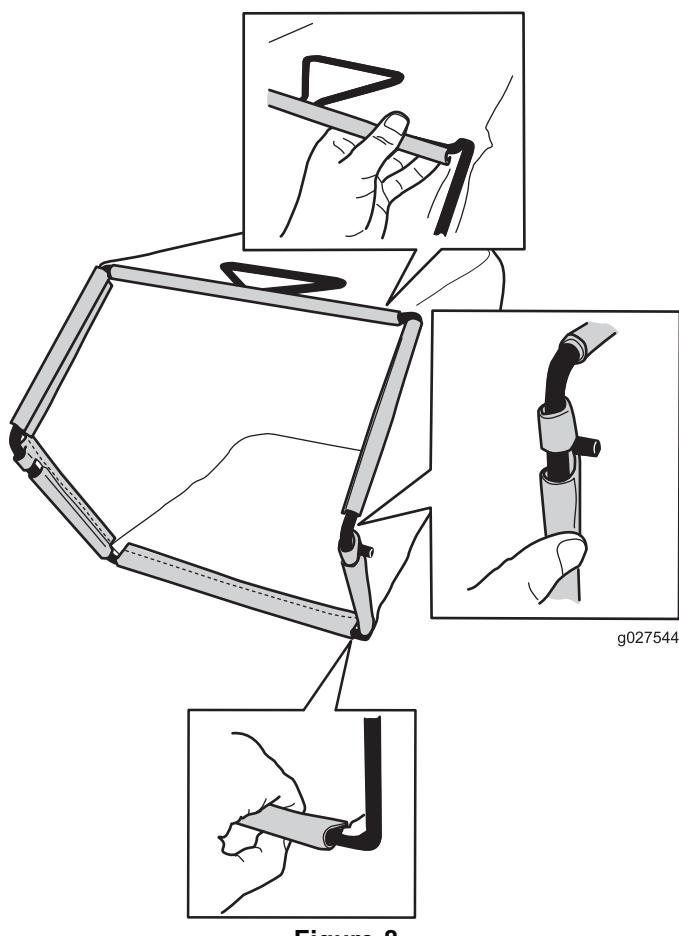

Figure 8
3. Accrochez la glissière supérieure et les glissières latérales du bac au sommet et sur les côtés de l'armature respectivement (Figure 8).